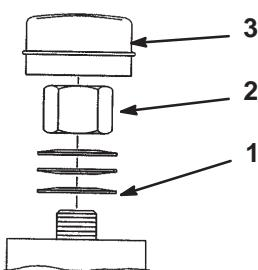

Figure 52
3. Retirez le capuchon anti-poussière de la roue et serrez le contre-écrou (Fig. 52).
4. Continuez de le serrer jusqu'à ce que les rondelles élastiques soient aplatis, puis desserrez-le de 1/4 de tour pour obtenir la précharge correcte des roulements (Fig. 52).
Important Veillez à installer les rondelles comme illustré à la Figure 52.
5. Posez le capuchon anti-poussière (Fig. 52).